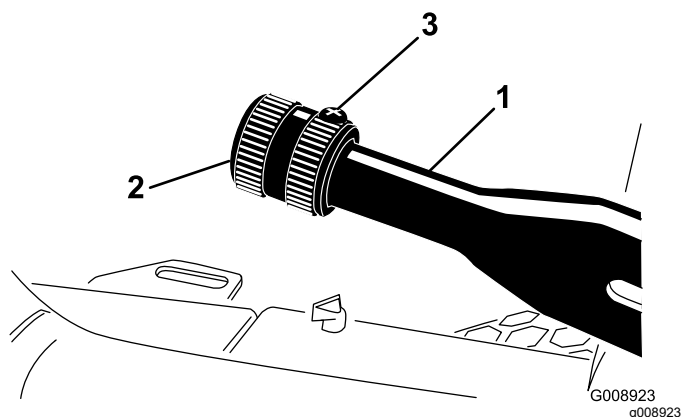

Figura 59
2. Desaperte o parafuso de afinação que fixa o manípulo à alavanca do travão de estacionamento (Figura 59).